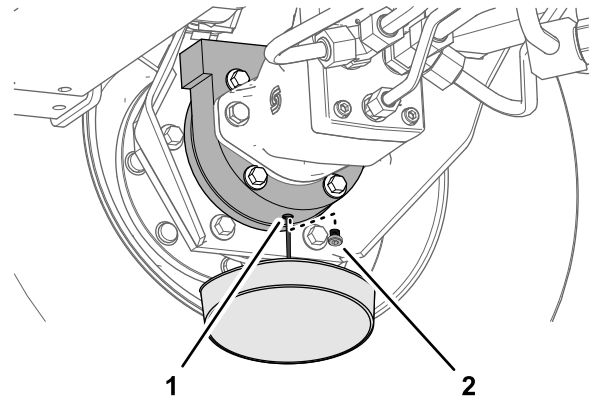

Figura 61
- Coloque un recipiente debajo del alojamiento del freno, retire el tapón de vaciado y deje que se drene el aceite totalmente (Figura 61).